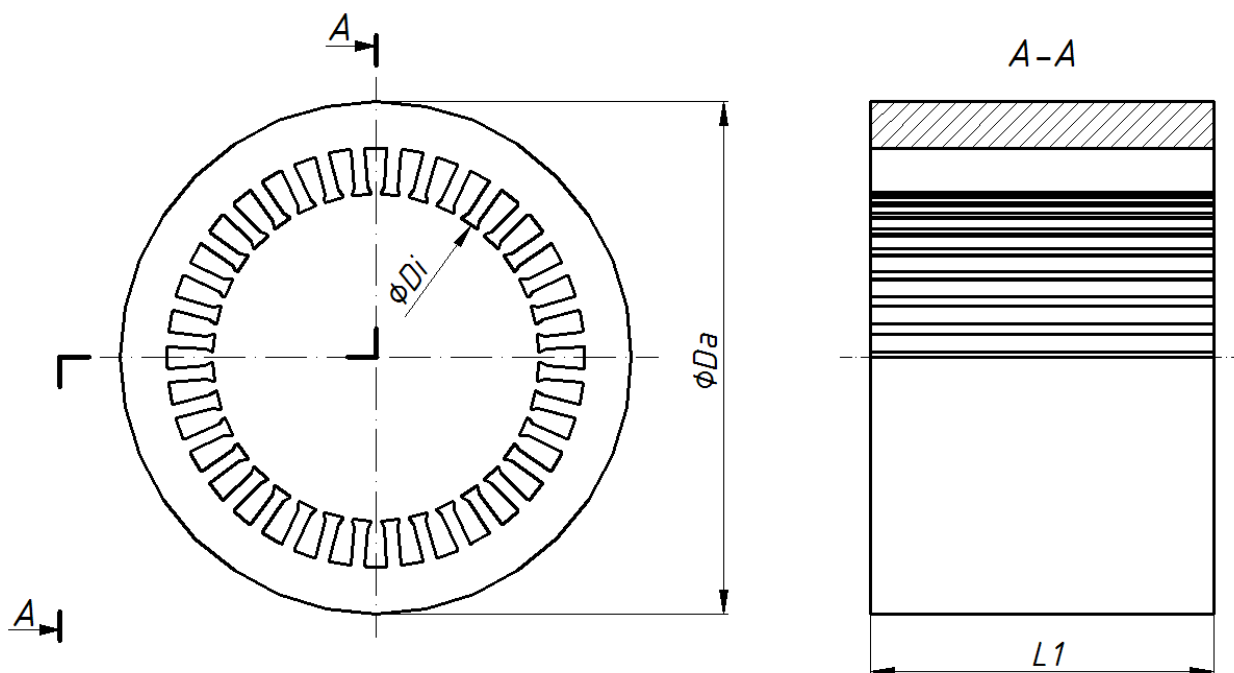
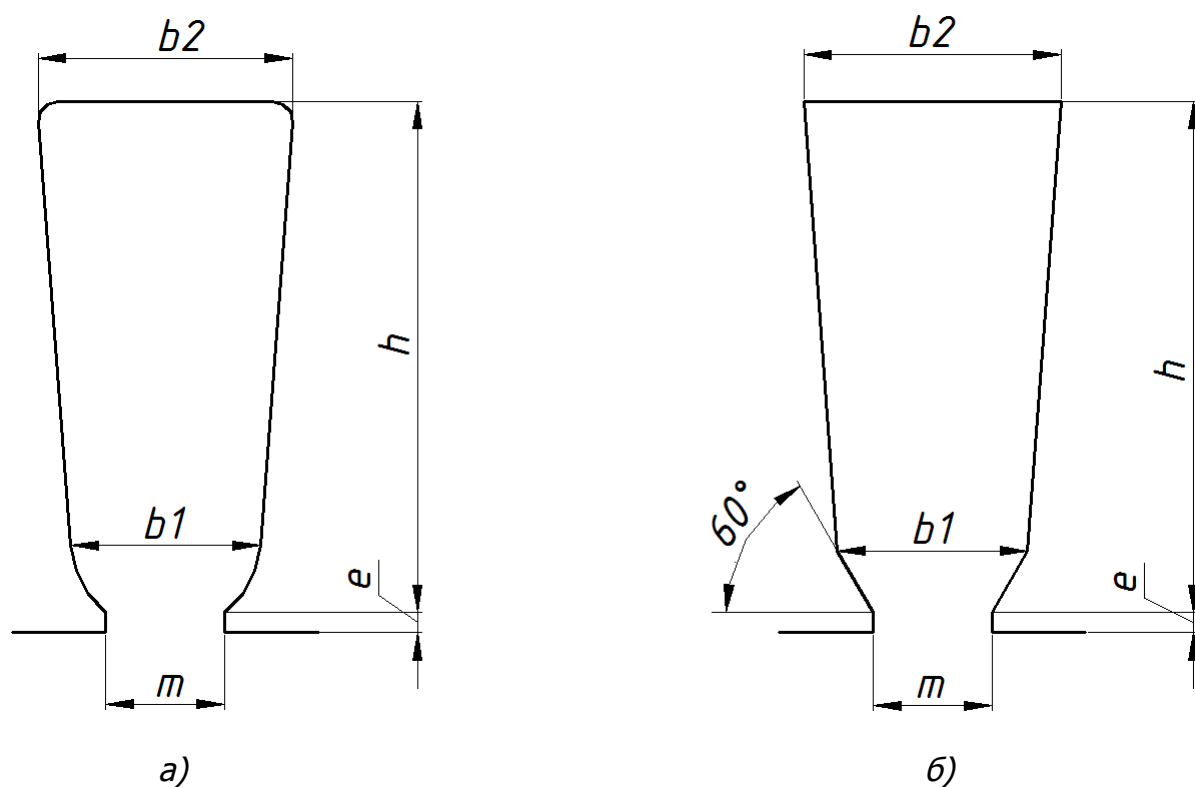

Рис. 33
Рис. 34
2. За допомогою графічного пакету SolidWorks та згідно з інструкціями, які викладені в розділі «Робота з графічним пакетом SolidWorks» виконати конструювання пакету статора асинхронної машини, зразок якого зображеного на рис.33.
1. На рис.33 наведена конструкція пакету статора, який є типовим для асинхронних машин з короткозамкненим ротором серії 4А з висотою осі обертання до 250 мм. На рис.34 (а, б) наведені ескізи пазів статора, що відповідають різним варіантам завдань. Розміри пакету статора та відповідних пазів наведені в табл.8.1. Крім того, в таблиці подана кількість пазів статора $z1$.